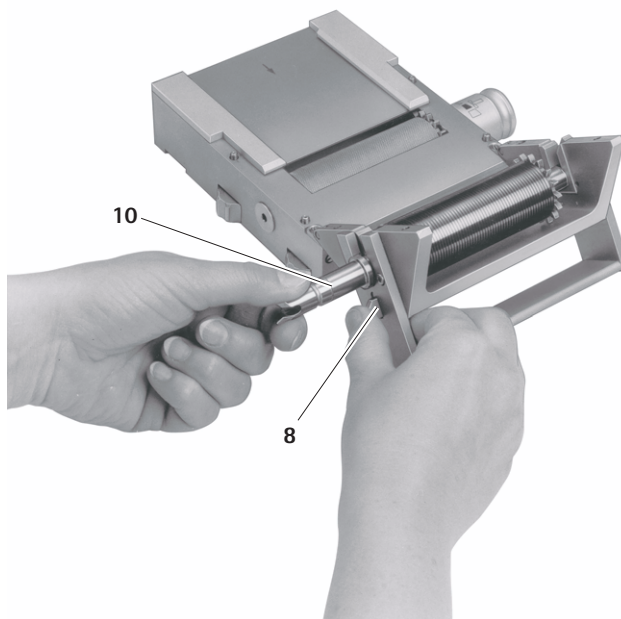

Fig. 3
- Håll regel 8 tryckt och dra samtidigt i skaftet 10 för att koppla loss skärvalsen 2, se Fig. 3.
- Tryck in skärvalsen **2** i skaftet **10** i lagerställena **20** tills de hakar fast, se Fig. 3.